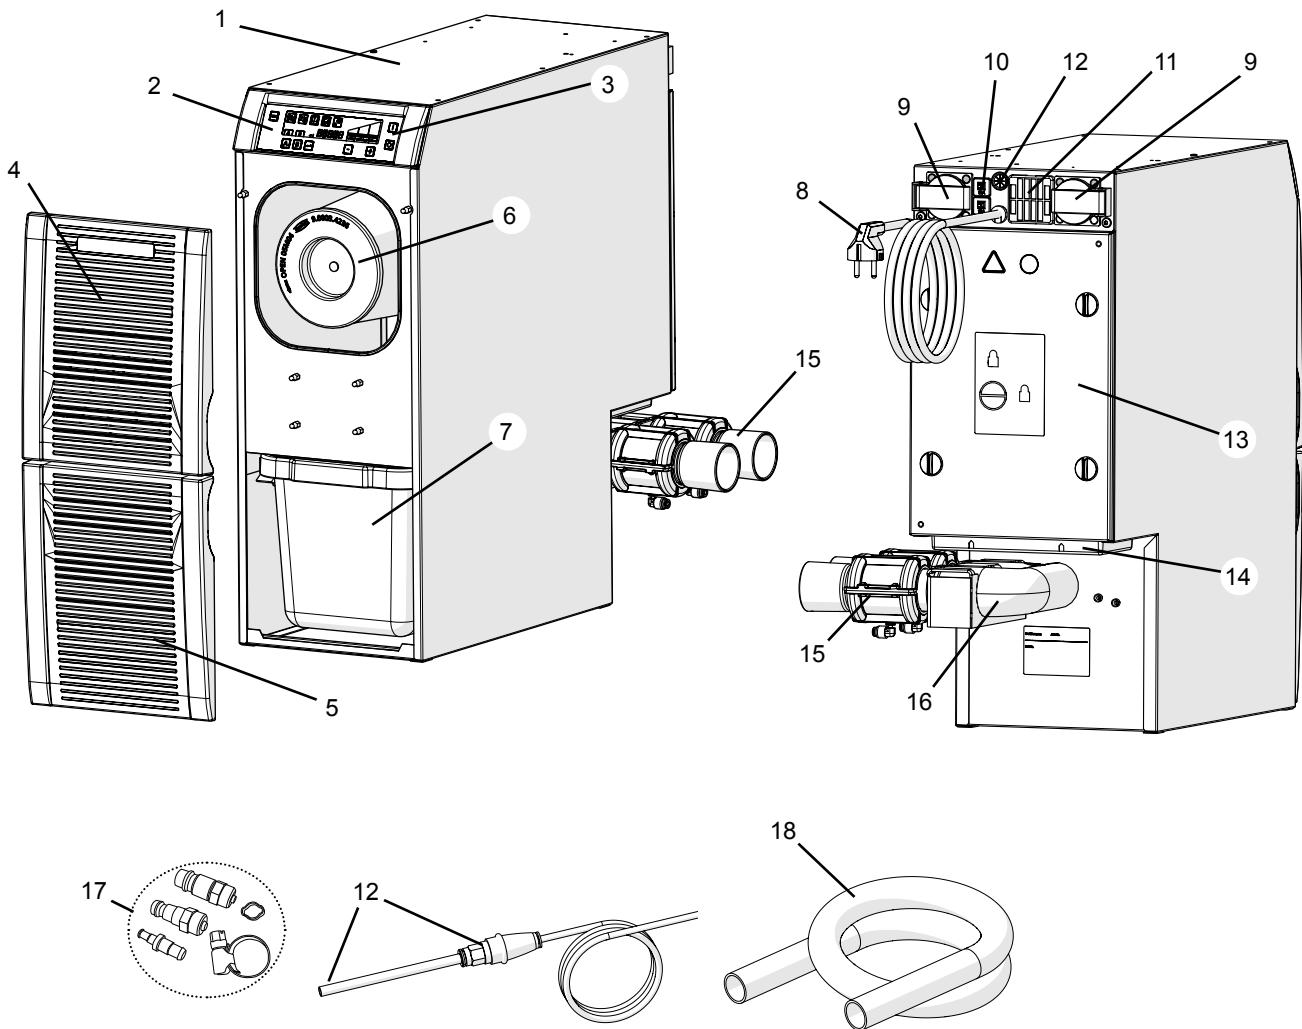

Abb. 1
- der Abluftaustritt (14, Abb. 1) nicht behindert wird.
- ⇒ Gerät am Ein- / Aus- Schalter (3, Abb. 1) ausschalten.
- ⇒ Passende Schlauchkupplung aus beiliegendem Anschlussset (17, Abb. 1) auswählen und am Schlauchende anbringen.